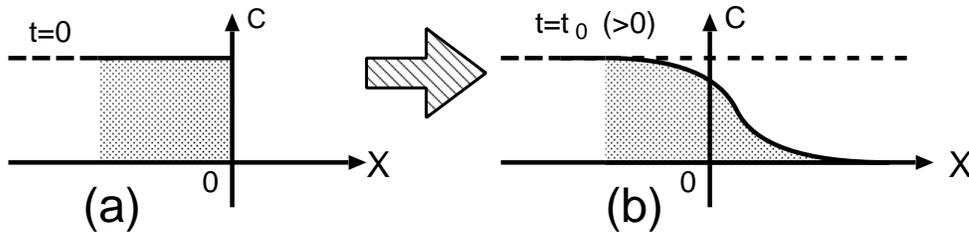
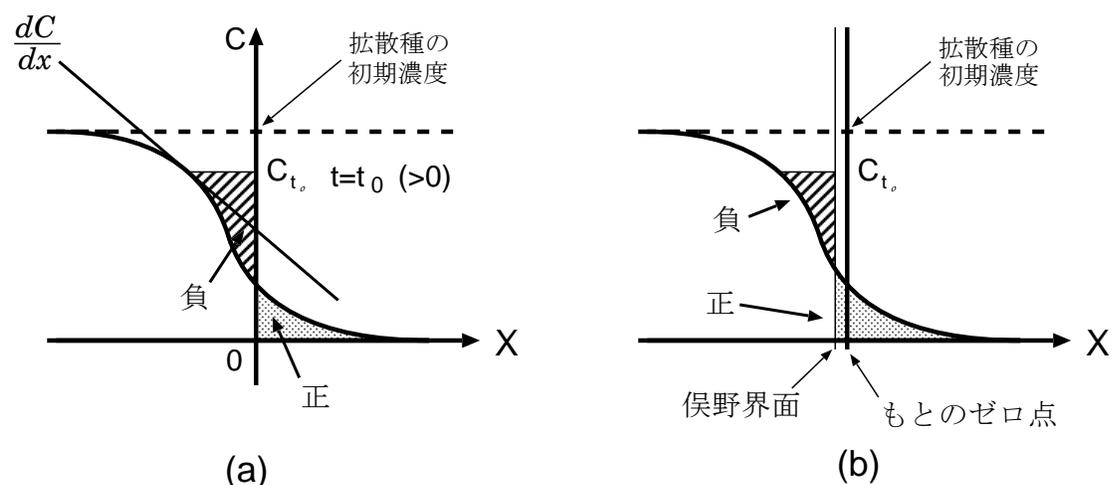

図 1 :  $D$  が濃度に依存する場合の半無限拡散対の濃度プロファイル
図2 式(9)による解析
下図 1-(a) のように初期条件が  $x < 0$  で  $C = C_0$  (一定)、 $x \geq 0$  で  $C=0$  与えられているとする。時間がたてば下図 1-(b) のように、拡散種は右側に流れて行くが、拡散係数が濃度に依存するため対称性の悪いプロファイルとなっている。
さて、ある時刻  $t_0$  におけるプロファイルが図 1-(b) のように得られたとして、式 (5) を濃度 0 から  $C_{t_0}$  まで積分する (変数は  $C$ 、すなわち縦軸方向に積分する。図 2 (a) も参照)。
式(8)は、図形的に考えるとわかりやすい。図1(b)をもう少し拡大した図2(a)を見ながら考えよう。式(8)の左辺の意味は、濃度0からある濃度 $C_{t_0}$ まで、縦軸方向に積分した面積である(「面積」と言ってもいつでも正なわけではなく、C軸の左右で符号が反転することに注意されたい)。一方、右辺の意味は、図2(a)に描かれた、濃度 $C_{t_0}$ の点におけるプロファイルの接線の傾きに $Dt_0$ をかけたものである。したがって、拡散係数は
さて図2(a)をよく見てみると、濃度 $C_{t_0}$ が大きい場合(すなわち $C_{t_0}$ が拡散対の初期濃度 $C_0$ に近い場合)、積分が負になるように見える。実際、プロファイルがこの図のようになっていれば(実際あり得ることである)、そのように計算されても不思議ではない( $D$ が一定の場合は濃度プロファイルは点 $(0, C_0/2)$ を通り、式(8)の左辺を $C=0$ から $C=C_0$ まで積分すると面積は正負の两部分が同じ絶対値となるため、積分値はゼロになるはず)。なぜこのようなことが起こるのか。